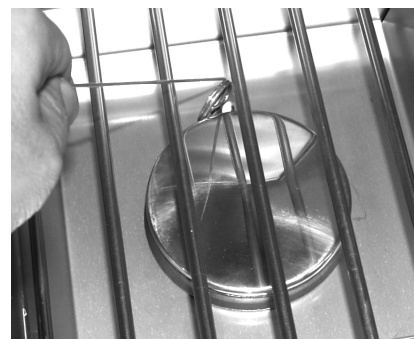

Fig. 28-2 - Éclairage manuel
**ATTENTION:** Attendez toujours cinq (5) minutes le gaz pour se dégager après que n'importe quelle tentative non réussie d'éclairage.
2. Insérez un allumeur brûlant de butane de long-baril, une allumette brûlante de long-tige, ou une allumette brûlante tenue par un support de prolongation de fil par la grille à cuire s'ouvrant au brûleur (Fig. 28-2). Tenez la flamme contre le bord du brûleur.
4. Si le brûleur ne se allume pas dans les cinq (5) secondes de tourner le bouton de commande, **appuyez immédiatement sur le bouton et tournez la valve jusqu'à la position OFF**. ATTENDEZ CINQ (5) MINUTES avant de répéter les étapes 2 à 4 des instructions MANUELLES D'ÉCLAIRAGE.